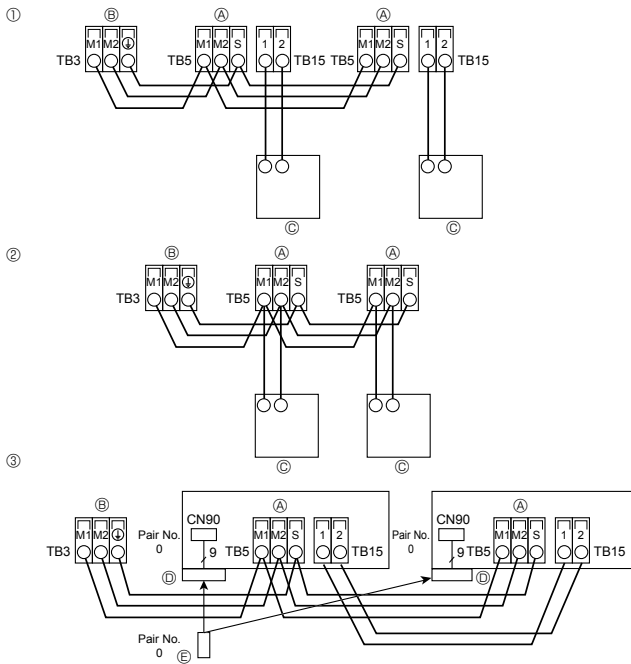

Fig. 4-3
4.4. Anschluß der Fernbedienungs-, Innen- und Außenübertragungskabel (Fig. 4-3)
① MA-Fernbedienung
② M-NET-Fernbedienung
③ Drahtlose Fernbedienung (bei Einbau eines Funksignalempfängers)